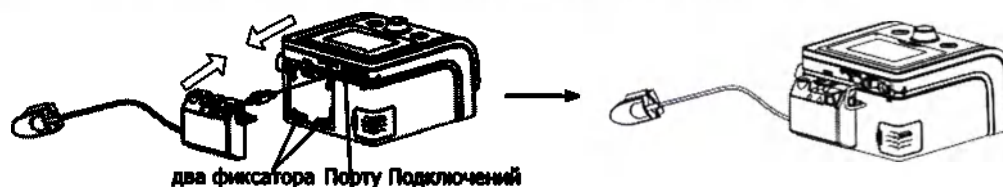

Рис. 11-12
- (3) Совместите **два фиксатора** на задней стороне Набора SpO_2 с двумя фиксаторами основы, надавите, пока две детали не совпадут. Вставьте подключение Набора SpO_2 к **Порту Подключений** главного устройства, как показано на Рис. 11-12.